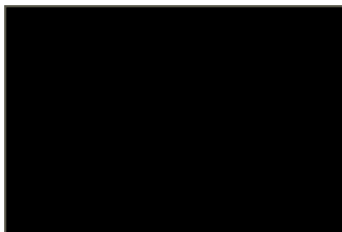

Рис. 11 Положение рычага газа
4. Рычаг газа установите в среднее положение (Рис. 11).